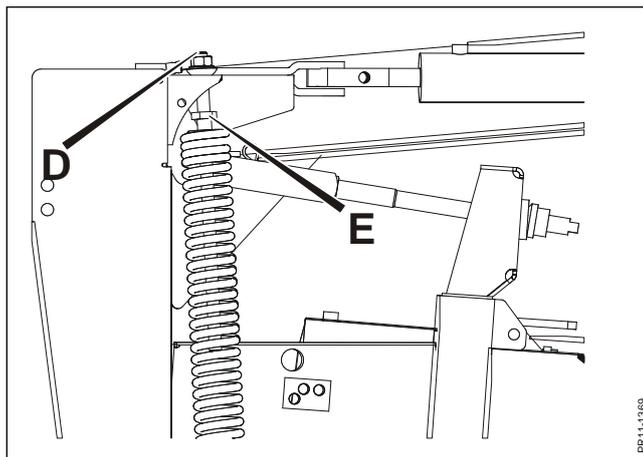

Fig. 3-7
- Fig. 3-7** 3) **Los muelles de descarga se ajustan mediante el husillo D, hasta que la barra de corte transmite al suelo la presión adecuada.**